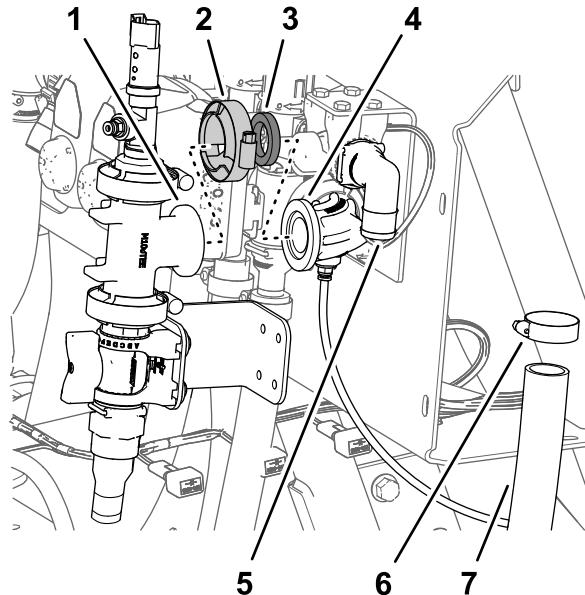

Figure 44
- Fixez légèrement le raccord en T et le raccord à 90° avec un joint et un collier à bride (Figure 44).